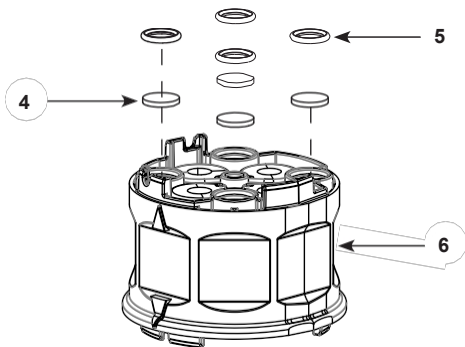

图 23 安装 夹阀外壳
注： 每次拆卸泵时，都必须更换 Y 形块垫圈（图 23 中的项目 10）。
2.见图 23。组装过滤盘 (4) 和 O 形圈 (5) 插入夹阀腔块 (6)。